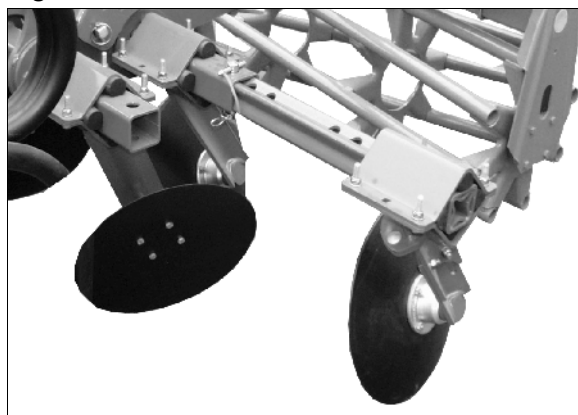

Fig. 19
- Ved arbeidsinnsats kan kantskålene stilles inn ved å sette bolten i forskjellige hull (Fig. 19).